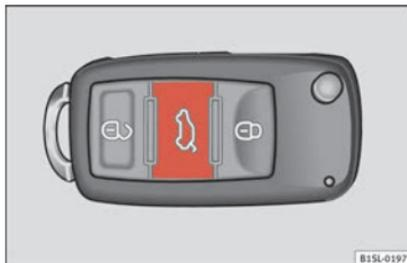

Abb. 106 Im Fahrzeugschlüssel: Taste zum Entriegeln und Öffnen der Heckklappe.
- Drücken Sie die Taste im Fahrzeugschlüssel »» **Abb. 106** etwa eine Sekunde lang, um die Heckklappe zu entriegeln.